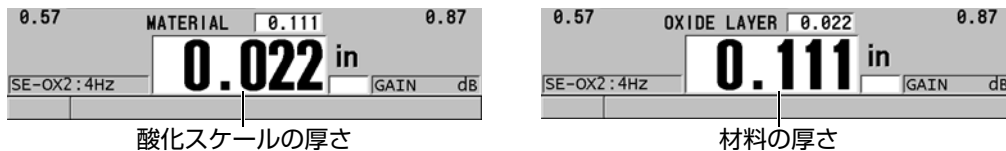

図 7-3 大きなフォントで表示される測定値の選択
- c) 大きなフォントで、より大きなフォントで表示する測定値を選択します (112 ページの図 7-3 参照)。